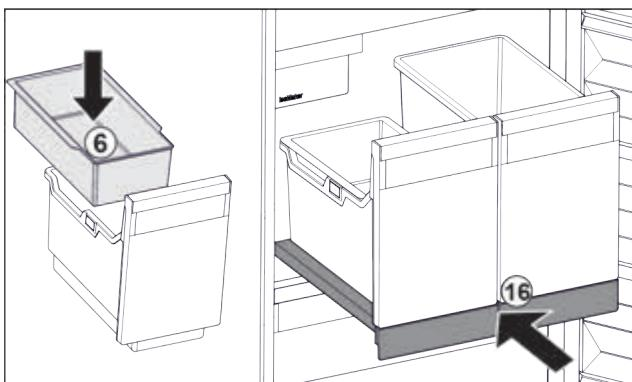

Fig. 87
- Вставити підвісний лоток Fig. 87 (6) для кубиків льоду.
- Вставити витяжну панель з резервуаром (IceTower). Fig. 87 (16)